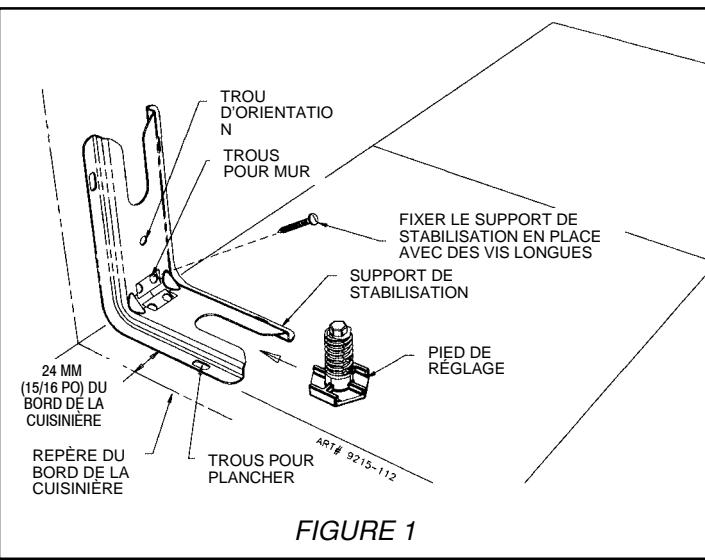

FIGURE 1
ÉTAPE 1 - Emplacement du support (voir figure 1)
- B. Placer le SUPPORT à 24 mm (15/16 po) de la marque « BORD » en allant vers le centre de l'ouverture et contre le mur arrière tel qu'indiqué à la figure 1, le trou d'orientation étant contre le mur.
- C. Utiliser le support comme gabarit et marquer l'emplacement de tous les trous pour le type de matériau sur lequel le support doit être fixé, tel qu'indiqué à la figure 1.
1. Plancher : Déterminer le centre des deux trous identifiés par « TROUS POUR PLANCHER » à la figure 1. Percer un trou de positionnement de 3 mm (1/8 po) au centre de chaque trou (un clou ou un poinçon peut également être utilisé si une perceuse n'est pas disponible). Fixer le support de STABILISATION au plancher à l'aide des deux vis fournies. Passer à l'ÉTAPE 3.
2. Mur : Déterminer le centre des deux trous identifiés par « TROUS POUR MUR » à la figure 1. Percer un trou de positionnement en biais de 3 mm (1/8 po) au centre de chaque trou (un clou
1. On trouve des vis convenant au ciment ou au béton dans les quincailleries. Percer les trous de positionnement de la grandeur correspondante à celle des vis obtenues en quincaillerie au centre des trous identifiés « TROUS POUR PLANCHER » à la figure 1. Fixer le support de STABILISATION au plancher. Passer à l'ÉTAPE 3.